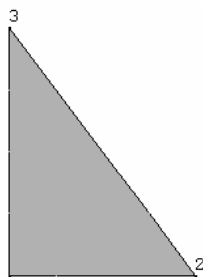

图 2-31 生成三角面
(5) 用鼠标左键依次单击关键点 1、2、3, 然后单击 “Create Are...” 窗口中的 “OK” 按钮, 生成三角面 (见图 2-31)。